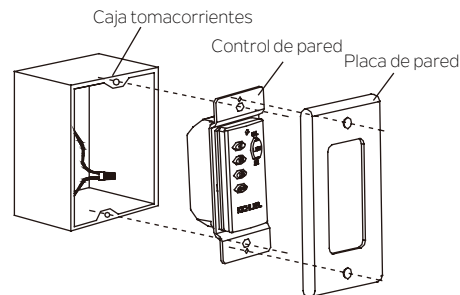

Fig. 26
**Paso 2.** Debe usar los tornillos provistos para asegurar el control de pared a la caja tomacorrientes de pared. (Fig. 26)